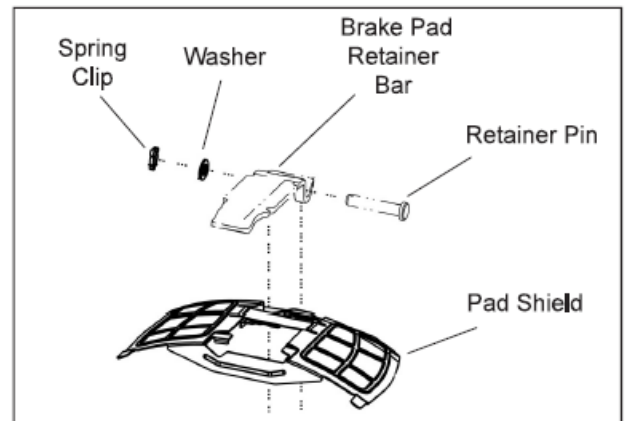

Figura 6: Protector de la pastilla
7. Retire y retenga el protector de la pastilla (si está incluido). Ver la **Figura 6**.